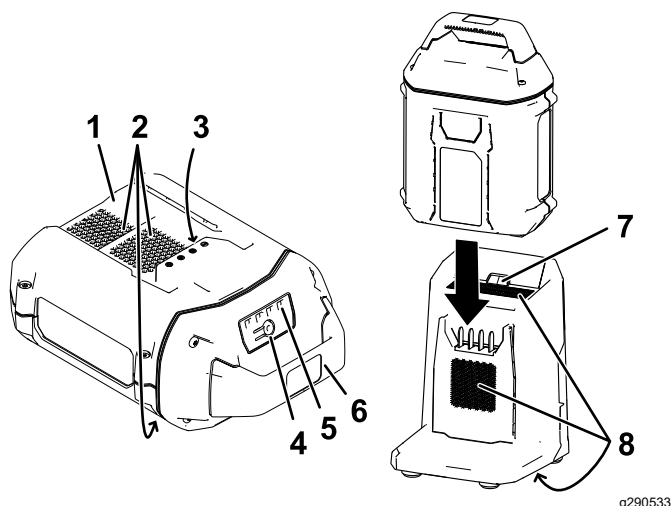

**Figure 26**
2. Placez le creux de la batterie (Figure 26) devant la languette du chargeur.
3. Insérez la batterie dans le chargeur jusqu'à ce qu'elle soit complètement enclenchée (Figure 26).